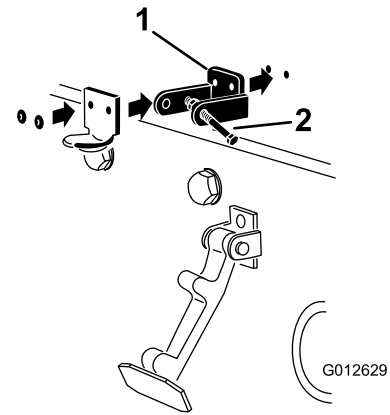

図 13
注 ロックブラケットをフード側にフードに当てて取り付けます 図 13。ロックブラケットアームについているボルトナットアセンブリは外さないでください。
5. ブラケットとワッシャをフードにリベットで固定する 図 13。